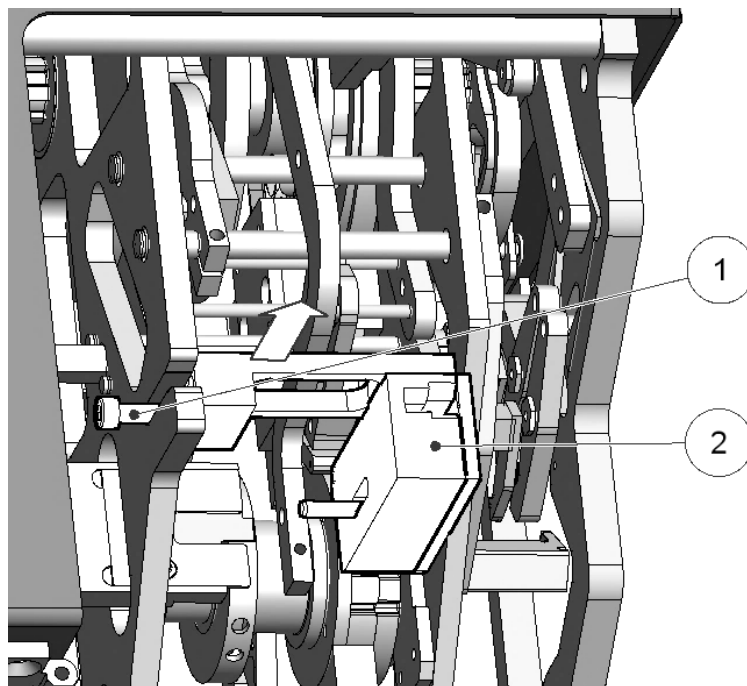

Fig. 20: Caricatore
- Allentare la vite (v. fig. 20, pos. 1) con una chiave a brugola di misura 4.
- Rimuovere verso l'alto il caricatore (v. fig. 20, pos. 2).